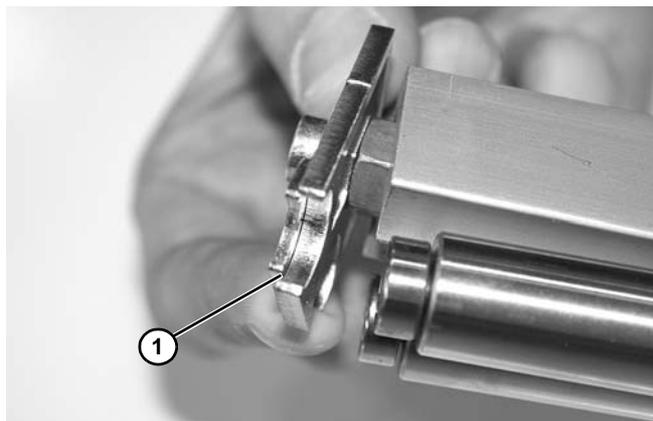

Figure 66
6. Retirer la plaque d'extrémité extérieure et intérieure (**Figure 66, élément 1**).